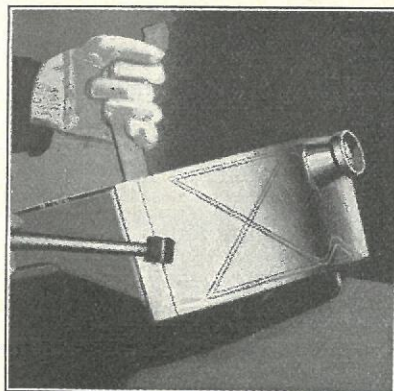

Fig. 419
- 840** Tagpladen trækkes derefter saa tæt som muligt op mod Bagvæggenes Kant og hæftes til denne med en lille Klat Tin paa to eller tre Punkter. Hold Nittetmodholdet eller en anden Metalstang mod Indersiden af Samlingen mellem Toppladen og Tanktaget og udjævn Samlingen med en Hammer, som vist i Fig. 419. Udjævn den anden Side paa samme Maade, og Tanktaget er færdigt til Lodning.